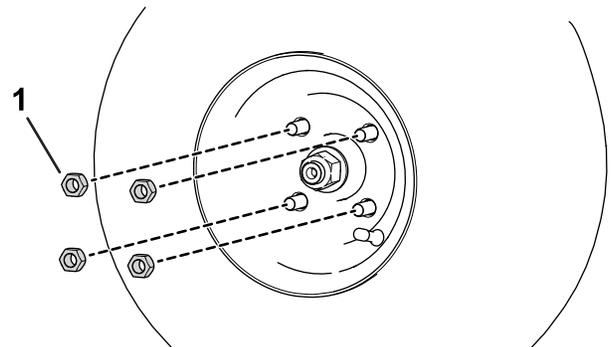

Figura 1
1. Afloje y retire las tuercas de las ruedas (Figura 1).